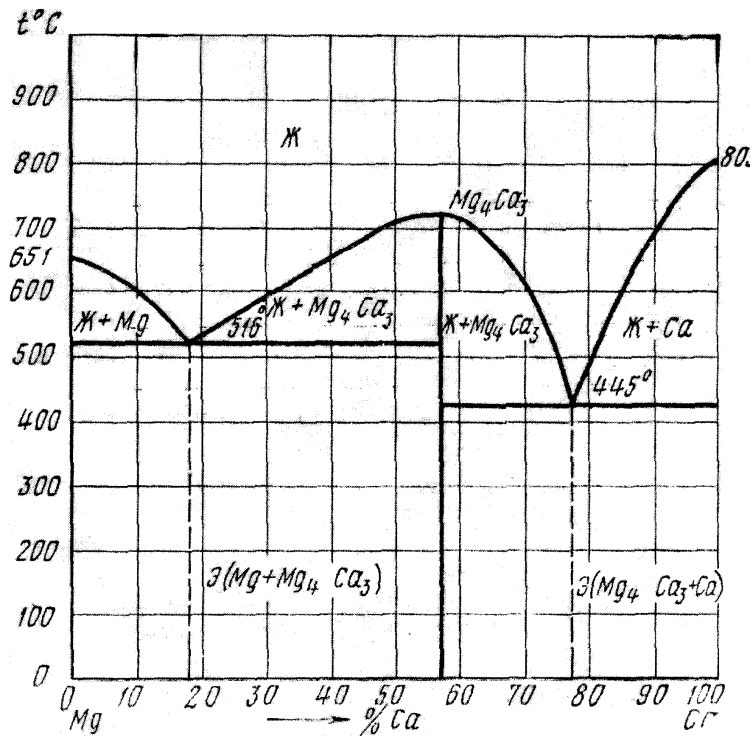

Рис. 5 Диаграмма состояния магний – кальций (Mg – Ca)
2. Вычертите диаграмму состояния системы магний - кальций. Опишите взаимодействие компонентов в жидком и твердом состояниях, укажите структурные составляющие во всех областях диаграммы состояния и объясните характер изменения свойств сплавов в данной системе с помощью правил Курнакова (рис. 5).